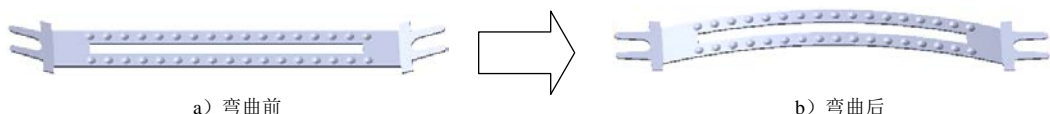

图 15.2.28 弯曲 1
Step9. 创建图 15.2.28 所示的零件基础特征——弯曲 1。
(1) 选择命令。选择下拉菜单 **插入(I)** → **特征(F)** → **弯曲(B)...** 命令。
(2) 选取弯曲实体及类型。选取整个模型作为弯曲实体；在 **弯曲输入(E)** 区域中选中 **折弯(B)** 单选项。
(3) 定义弯曲参数，在 **弯曲输入(E)** 区域中选中 **粗硬边线(H)** 复选框，在  文本框中输入角度值 38.0。